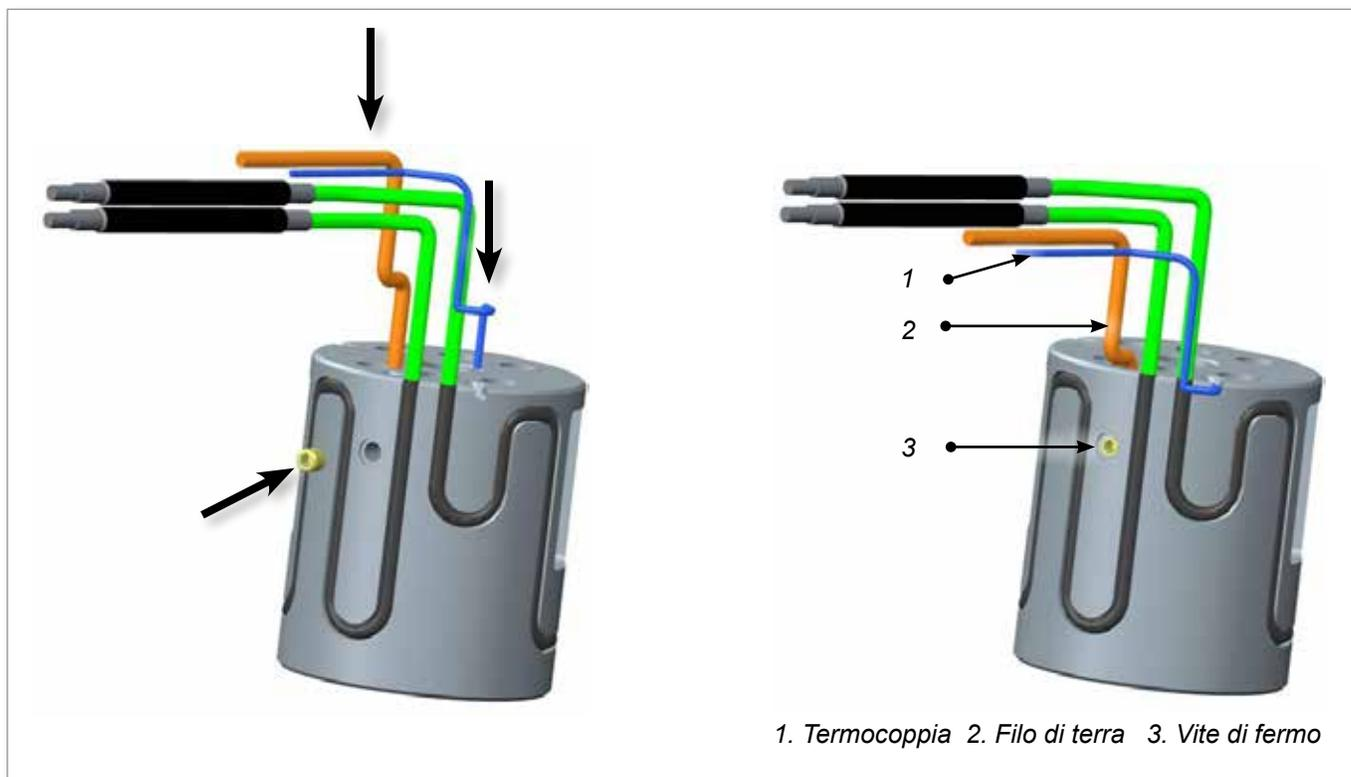

Figura 11-5 Installazione dei gruppi filo di terra e termocoppia
4. Bloccare il filo di terra utilizzando una vite di fermo. Vedere la Figura 11-5.